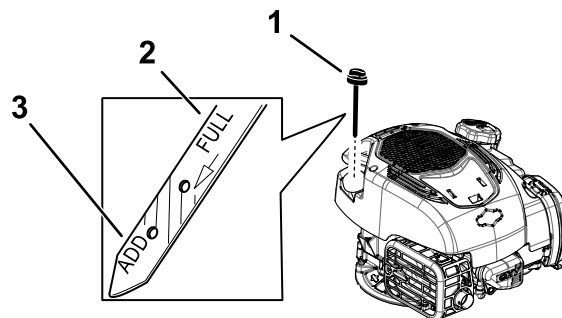

Figura 5
6. Observe el nivel de aceite en la varilla (Figura 5).